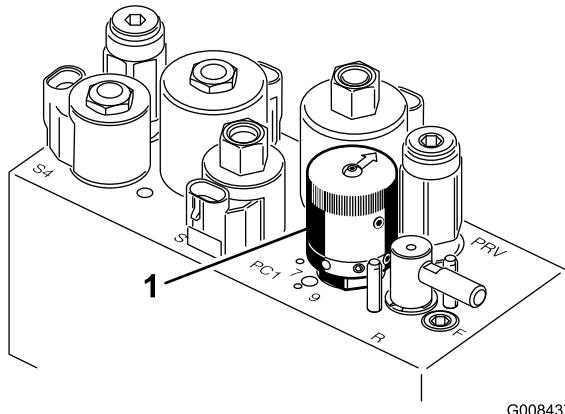

図 29
4. リールの速度を設定するには、ノブ図29を回して、ノブの矢印を、所定の番号に合わせる。